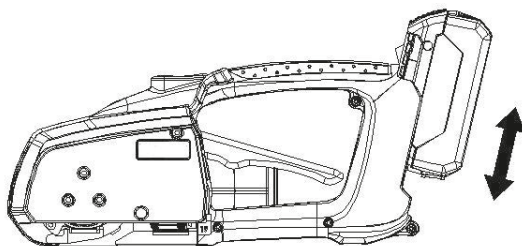

FIG. 5. Illustrazione dell'inserimento e della rimozione della batteria
Inserire la batteria completamente carica come mostrato (FIG. 5). Assicurarsi che la batteria sia premuta a fondo e il pulsante di rilascio sia bloccato. Premendo il tasto di tensione per la prima volta, tutti i LED sul pannello di controllo si illumineranno e tutte le impostazioni precedenti saranno recuperate simultaneamente con un "beep". Essi indicano che il sistema elettrico della batteria è pronto a funzionare in condizioni normali.
- * **Quando il LED di alimentazione della batteria sul pannello di controllo mostra "Rosso lampeggiante", significa che la carica della batteria è troppo bassa per funzionare e deve essere ricaricata.** L'attrezzo NON è in grado di funzionare in tale condizione. Simultaneamente si sentirà un allarme "Beep..beep..beep". Premere il "tasto di rilascio batteria" sulla parte superiore della batteria e tirare la batteria verso l'alto per rimuoverla dall'attrezzo. L'allarme "beep..beep..beep" continua finché la batteria non è rimossa. (FIG. 5)